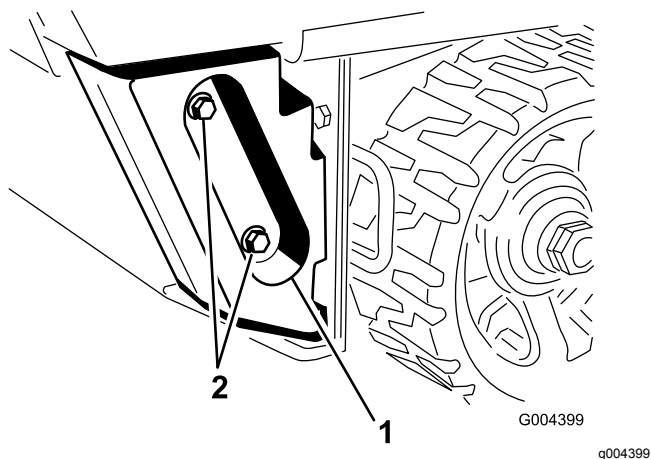

Figura 1
6. En máquinas de la serie TX 400, retire los contrapesos y sus fijaciones de la parte trasera de la máquina y guárdelos en un lugar seguro (Figura 1).